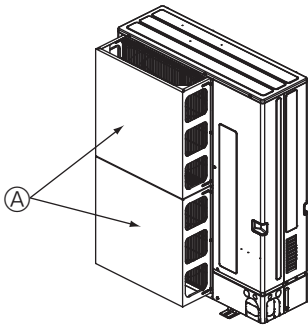

Fig. 2-16
① Установіть додатковий захисний кожух для повітря, якщо блок встановлено в місці, де сильні вітри внаслідок тайфунів тощо можуть перешкоджати циркуляції повітря через отвір для виходу повітря. (Fig. 2-16)